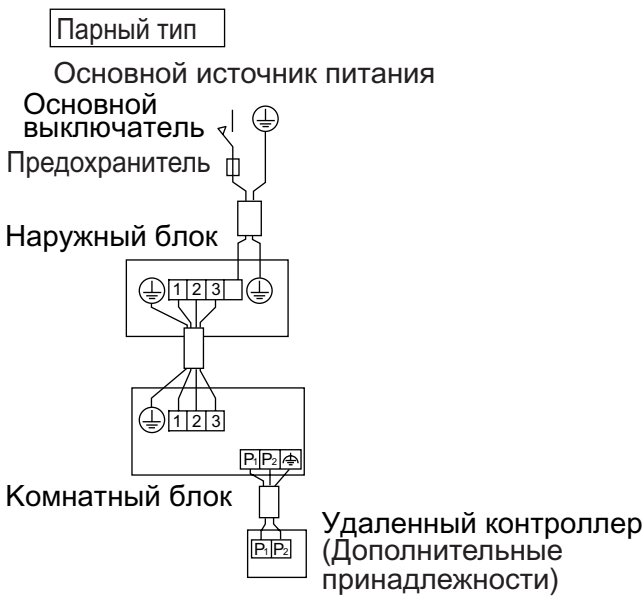

Рис. 25
- **Парный тип:** один пульт дистанционного управления управляет одним комнатным блоком (стандартная система). (См. рис. 25)